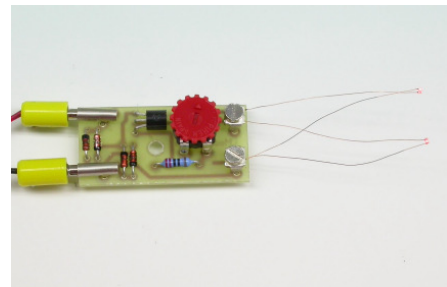

Bild 2: der Anschluss des Bausteins
4. Der Baustein ist mit Steckbuchsen an der Eingangsseite ausgestattet, die zu den üblichen kleinen Bananensteckern im Modellbaubereich passen. Es genügt die gewohnte Stromzuführung mit gelbem und braunem Kabel. Die Polarität ist egal, das sollen die beiden gelben Stecker auf Bild 2 symbolisieren.
5. Ausgangseitig ist der Baustein mit Schraubklemmen versehen, die auch kleinste Kabel und Drähte aufnehmen. Schön zu sehen ist in Bild 2, das sich unsere kleinsten LEDs mit den 0,1 mm dünnen Drähten problemlos anschließen lassen. Das hat den Vorteil, das man bei einer Montage unter der Anlage dort nicht rumlöten muss, denn das Löten über Kopf kann wegen tropfendem Lötzinn äußerst gefährlich sein.
13. Wie gesagt, man kann mit dem vorliegenden Baustein jede LED betreiben, z.B. auch solche, die bereits in Lampen oder wo auch immer eingebaut sind. Dadurch ergibt sich der Vorteil der Helligkeitseinstellung und der gleichmäßigen Helligkeit. Ein Vorwiderstand und eine evtl. Schutzdiode entfallen. Die LED wird direkt mit ihren zwei Zuleitungen ohne weitere Bauteile am Ausgang des Bausteines angeschlossen, siehe Bild 2 und Punkt 5.